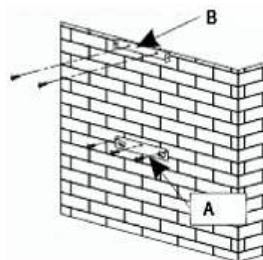

Bild.1
Om du har ett utlopp till utomhusmiljö (bild. 1) Din kåpa kan anslutas till det här systemet med hjälp av en rökkanal (minsta diameter \emptyset mm som är emaljerad, i aluminium, flexible eller är tillverkad av oantändligt material). Om din rökkanal är mindre än 125mm i diameter så måste du använda återvinningsläget.
- Borra de tre hålen med en diameter på 8 mm på en lämplig plats på väggen och sätt i pluggarna (del A, bild 1).
- Säkra kåpans upphängningsenhet och se till så att den sitter helt plant (del A, bild 1.)
- Beräkna den definitiva höjden för att fixera kanalkonsolens U-fäste (del B, bild 1).
- Borra hål med 8 mm diameter och se till så att de är fixerade på stödfästet längs samma axel som kåpan (del B, bild 1).